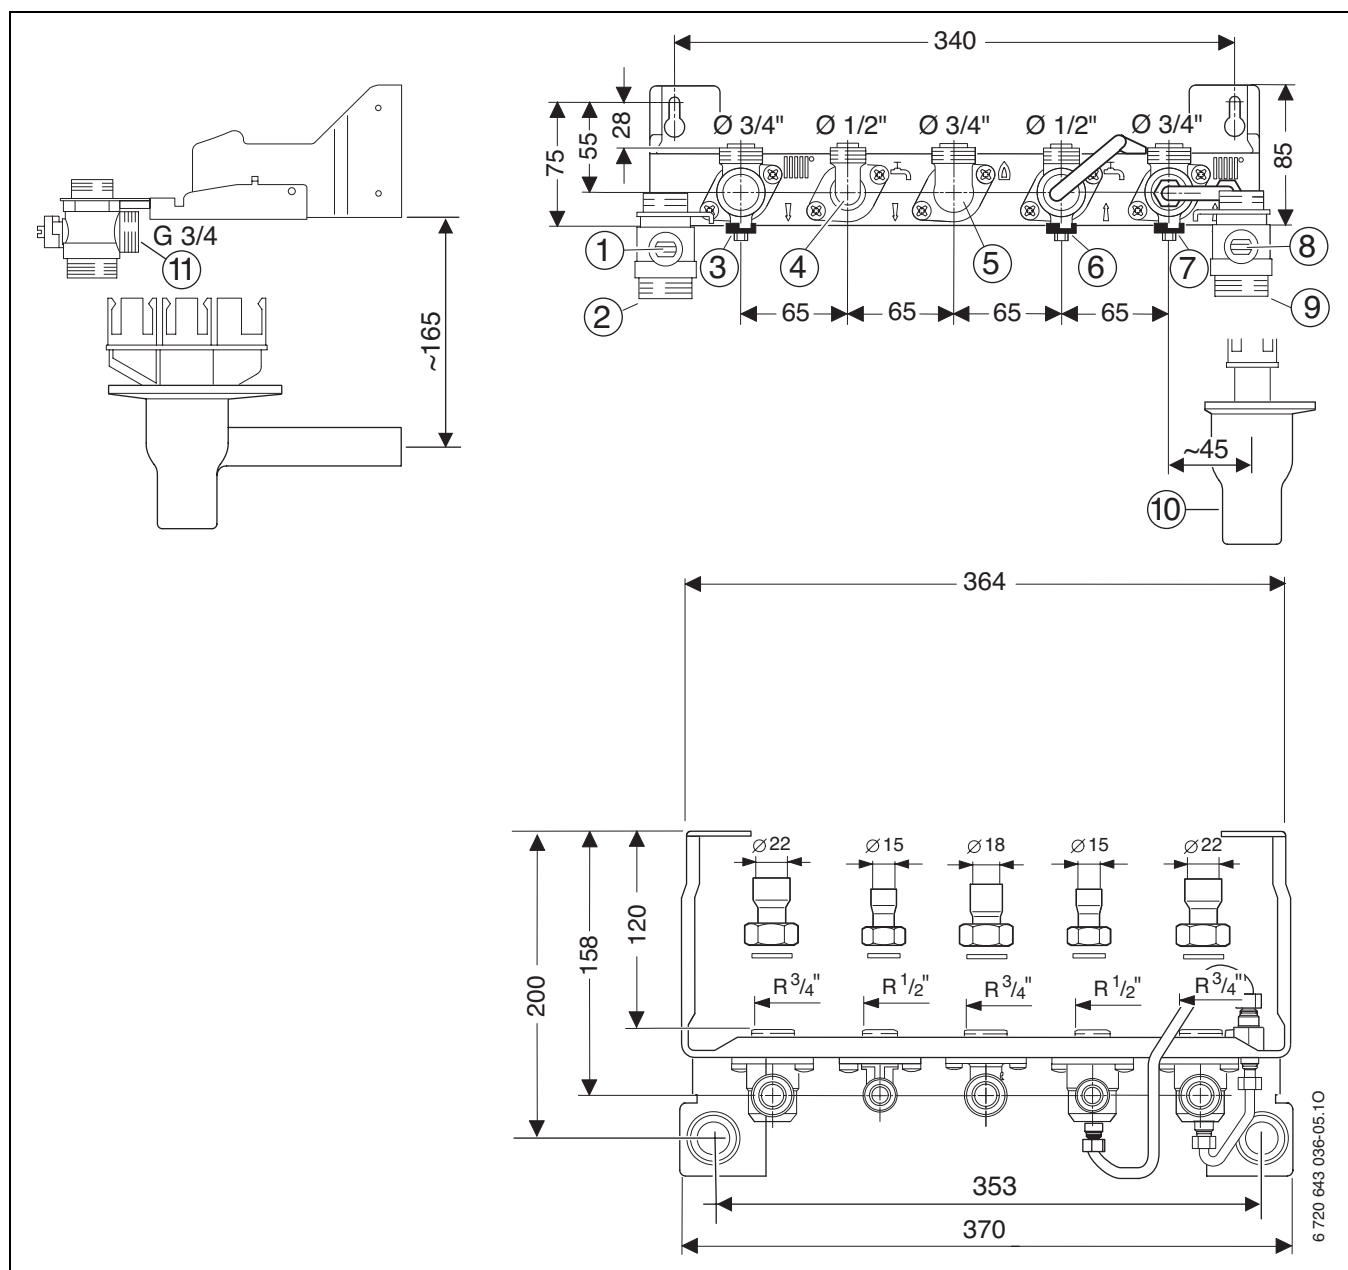

Fig. 9 Exemplo: placa de ligação para montagem n.º 1497
- ▶ Ligar o vaso de expansão directamente à alimentação do acumulador intermédio (→ fig. 9, [16], página 20).